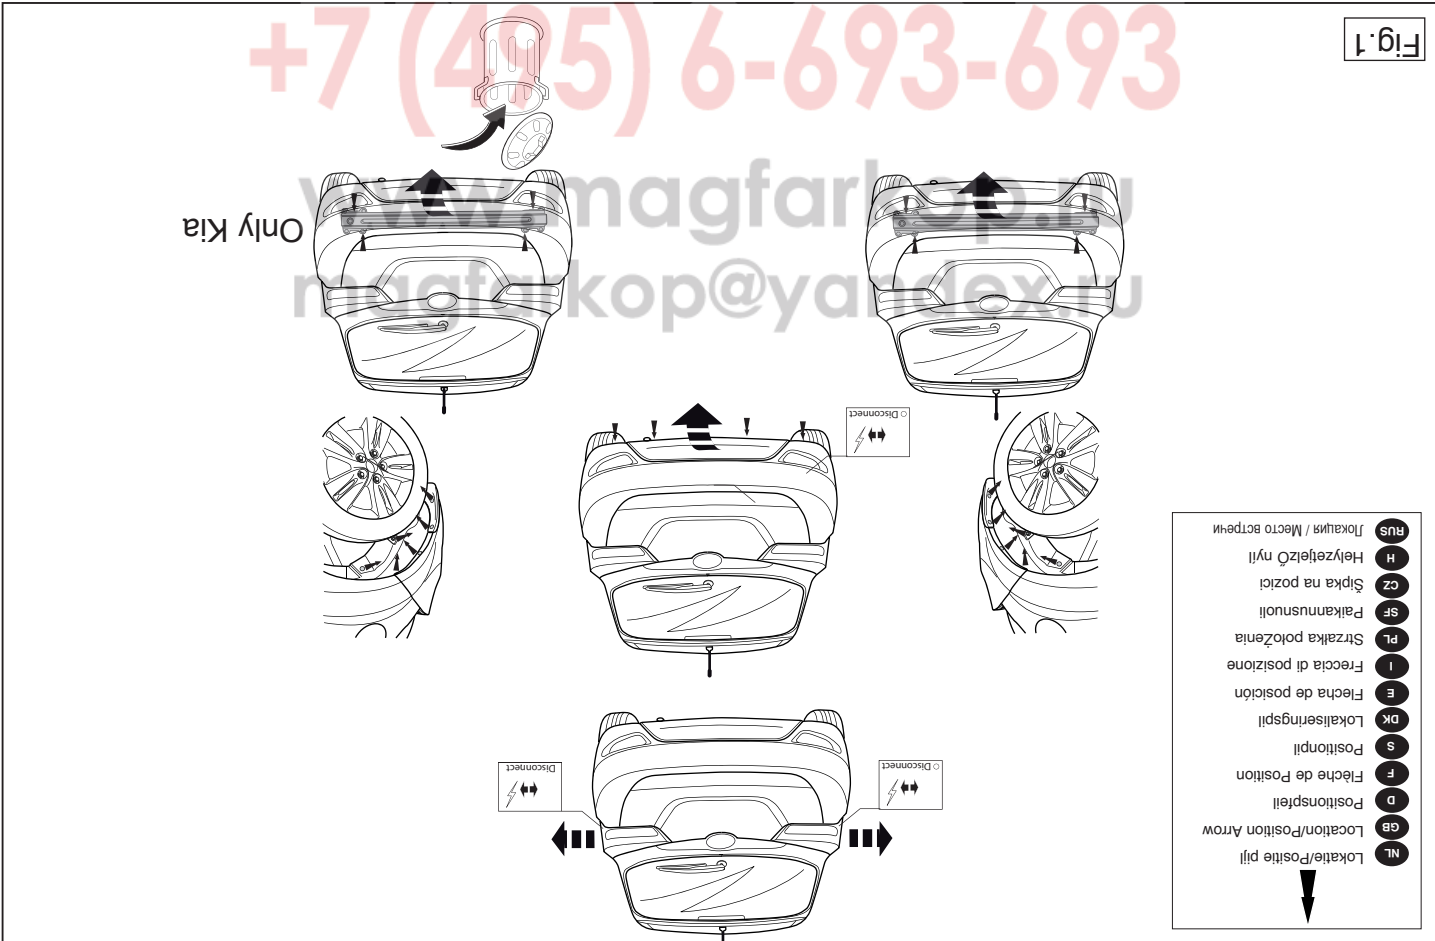

Fig. 1
1. Dismantle the rear-lights and the bumper. See figure 1.
2. Remove the bumper inner fittings. See figure 1.
1. Rücklichter und Stoßstange abmontieren. Siehe Abbildung 1.
2. Die Stoßstangeninnenverkleidung abmontieren. Siehe Abbildung 1.
1. Déposer les feux arrière et le pare-chocs. Voir la figure 1.
2. Démonter la garniture du pare-chocs. Voir la figure 1.
1. Demonter baglysene og kofangeren. Se fig. 1.
2. Demonter kofangerinderstykket. Se fig. 1.